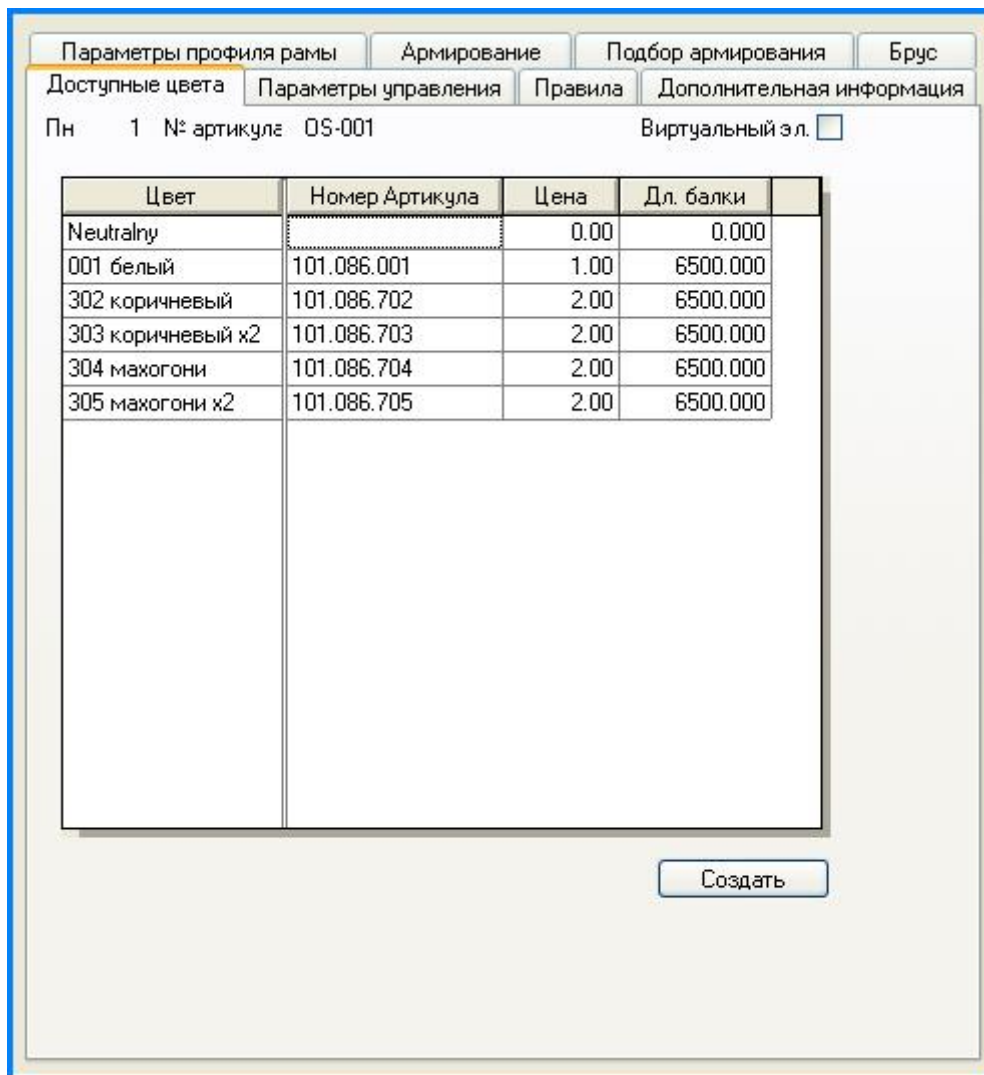

Рисунок 112. Закладка доступные цвета
- Закладка **Доступные цвета** (рис. 112)